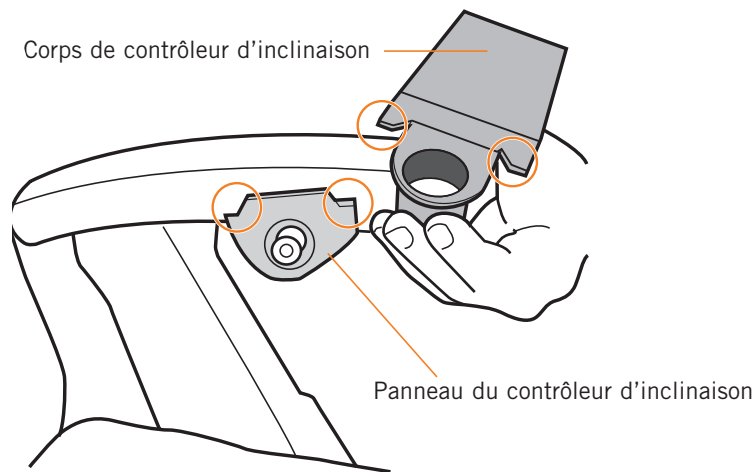

Fig.9
2. Placez le boîtier en position sur l'accoudoir gauche. Veuillez prendre note de la forme du haut du panneau de commande d'inclinaison et de la forme correspondante du boîtier de contrôleur d'inclinaison (Fig.9).